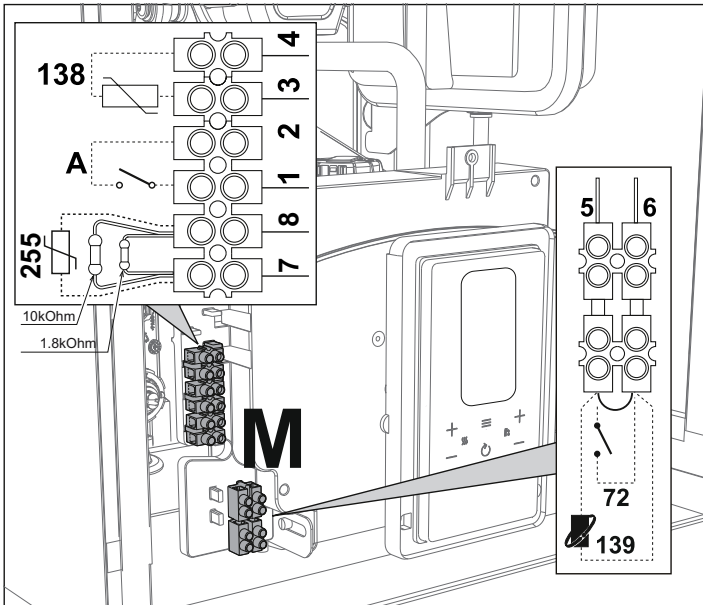
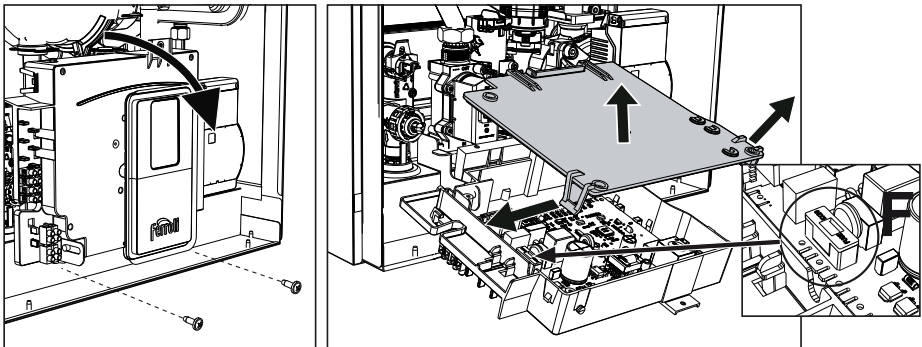

fig. 29
fig. 30
După ce ați scos panoul frontal (***) 'Deschiderea panoului frontal' on page 172 ****) veți putea avea acces la panourile de borne (M) și la siguranța fuzibilă (F) urmând indicațiile descrise în continuare (fig. 29 și fig. 30). **Bornele indicate în fig. 29 trebuie să aibă contactele curate (nu 230 V).** Dispunerea bornelor pentru diferitele conexiuni este indicată și în diagrama electrică din fig. 66.
Configurarea întrerupătorului ON/OFF (A fig. 29)